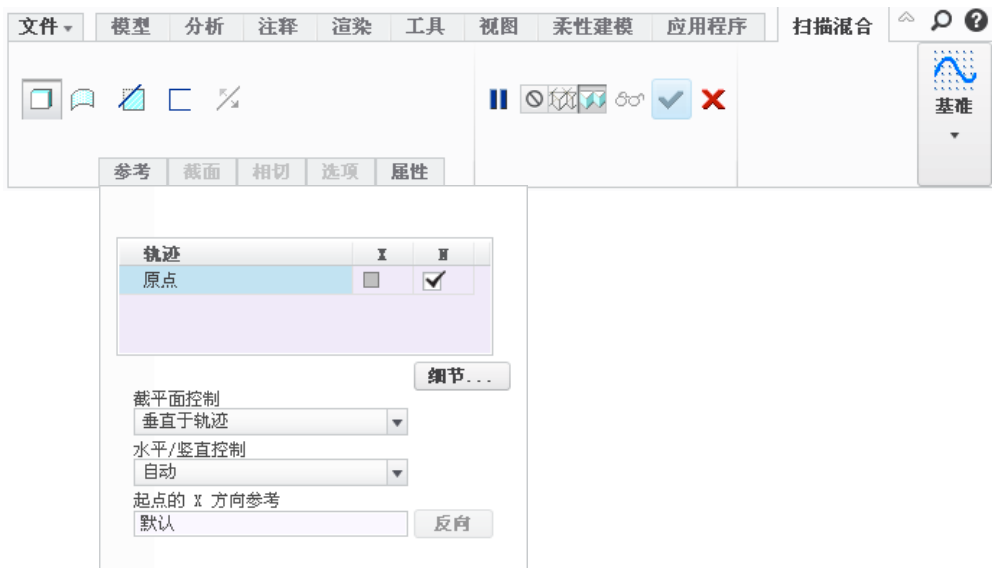

图 4.3.3 “扫描混合”操控板
Step2. 单击 **模型** 功能选项卡 **形状** 区域中的 **扫描混合** 按钮。系统弹出图 4.3.3 所示的“扫描混合”操控板，在操控板中按下“实体”类型按钮 .